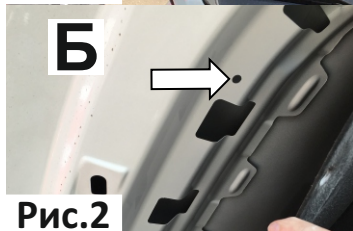

Рис.2
2. Отвести обшивку капота, завести планку закладную в отверстие капота. Совместить резьбовое отверстие в планке закладной с отверстием от пистона в позиции Б (Рис.2).